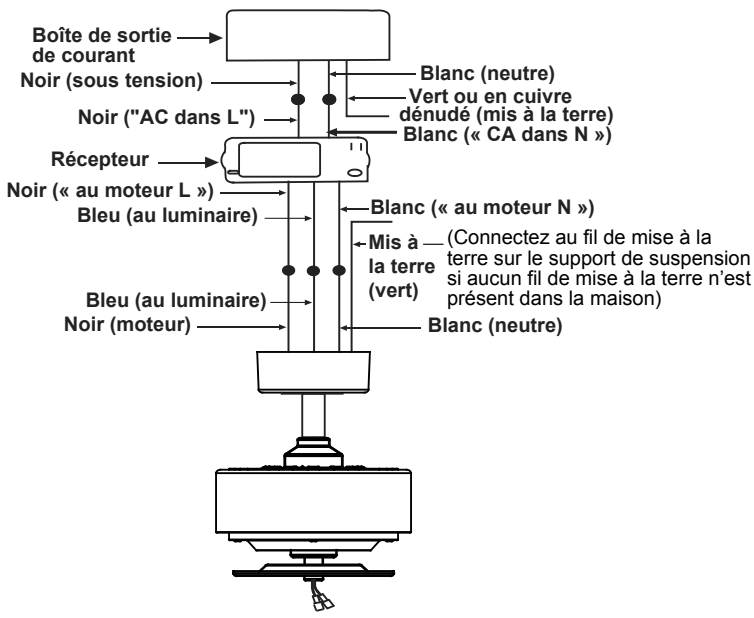

Fig. 15
**Étape 2.** Connexions électriques du moteur au récepteur : Connectez le fil noir du ventilateur au fil noir marqué « TO MOTOR L (AU MOTEUR L) » du récepteur. (Fig. 15)
**Étape 3.** Connexions électriques du récepteur aux fils d'alimentation de la maison : Connectez le fil noir (sous tension) du plafond au fil noir marqué « AC in L (CA dans L) » du récepteur. Connectez le fil blanc (neutre) du plafond au fil blanc marqué « AC in N (CA dans N) » du récepteur. Fixez fermement et de manière sécuritaire les connexions électriques avec les capuchons de connexion en plastique fournis. (Fig. 15)
**Étape 4.** Si votre boîte de sortie de courant a un fil de mise à la terre (vert ou en cuivre nu), connectez-le aux fils de mise à la terre du ventilateur; sinon, connectez le fil de mise à la terre du support de suspension au support de montage. Fixez fermement et de manière sécuritaire la connexion électrique à l'aide d'un capuchon de connexion en plastique fourni. Après avoir connecté les fils, séparez-les de façon à ce que les fils verts et blancs soient d'un côté de la boîte de sortie de courant et les fils bleus de l'autre côté. Rangez soigneusement toutes les connexions électriques vers le haut à l'intérieur de la boîte de sortie de courant. (Fig. 15)